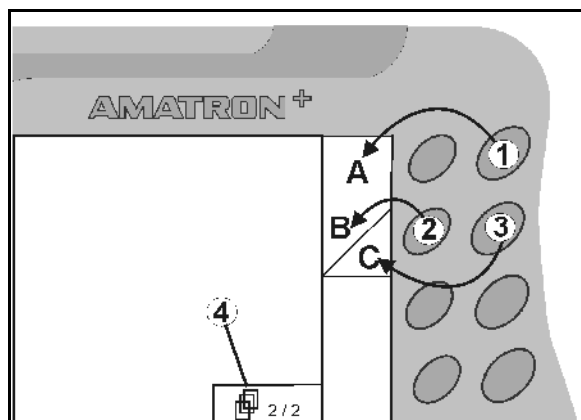

Fig. 8
- Si aparecen campos cuadrados en la pantalla, sólo está asignada la tecla derecha (Fig. 8/1) al campo de función (Fig. 8/A).
- la tecla izquierda (Fig. 8/2) está asignada al campo de función superior izquierda (Fig. 8/B).
- la tecla derecha (Fig. 8/3) está asignada al campo de función inferior derecha (Fig. 8/C).
|  | <ul style="list-style-type: none"> <li>• Navegar en otras páginas del menú (sólo es posible cuando el símbolo (Fig. 8/4) aparece en la pantalla)</li> </ul>                                                                                                  |